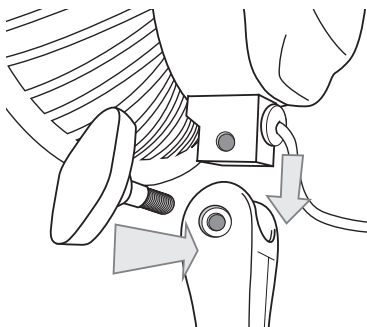

Figure 2
- 2. Placez la corbeille du ventilateur (2) avec bloc moteur (3) sur le pied télescopique (5). Fixer à l'aide des vis appropriées (Voir la figure 2).